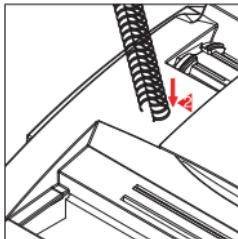

Figura-4
► Evitare di utilizzare dorso metallici di dimensione non corretta. Si può misurare la dimensione del dorso metallico come mostrato nella figura-4.